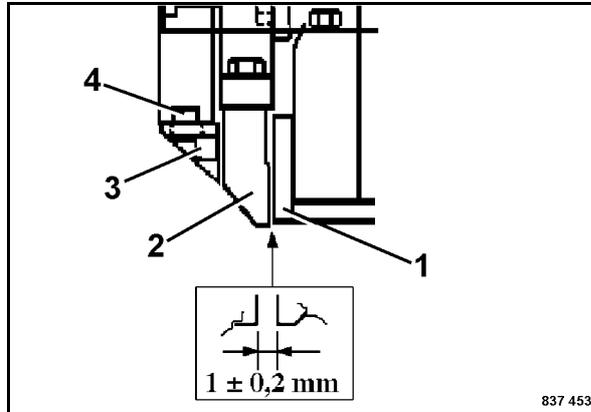

Fig. 195
Se le lamiere della piastra devono essere sostituite, è necessario sostituire anche il lardone interno 1 (Fig. 195).
- Controllare il gioco tra il lardone interno 1 (Fig. 195) e il lardone costipatore (2).